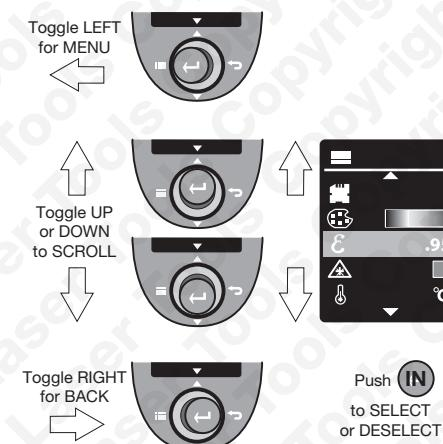

Fig. 4
- Wenn die Software geladen ist (8-10 Sekunden), mit dem Umschalter **H** vertraut machen. Er kann zur Auswahl im Menü und zum Blättern durch zugehörige Funktionen nach links, rechts, oben und unten bewegt werden. Er kann auch zum Aus- und Abwählen diverser Funktionen (siehe Abb. 4) **gedrückt** werden.
Siehe Abb. 4